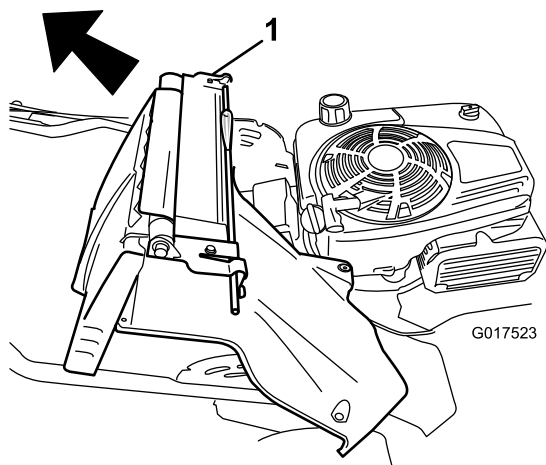

Bild 33
7. Entfernen Sie die Heckklappe und den Holmarretierhebel (Bild 33).